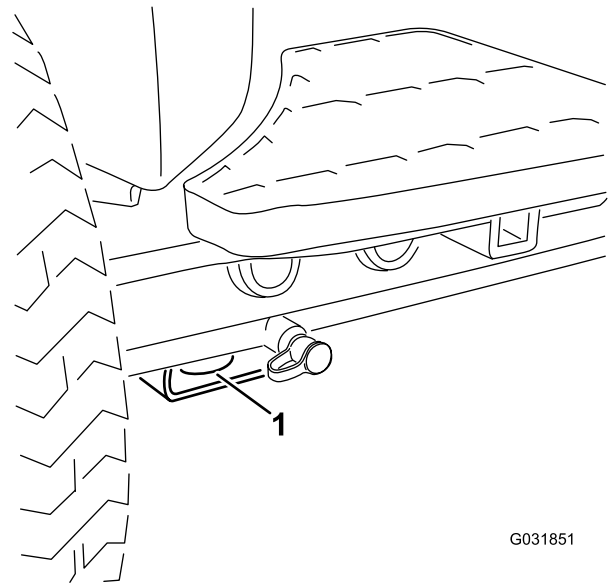

Figura 41
- **Parte delantera de la máquina** – el orificio del bloque rectangular, debajo del tubo del eje, al interior de cada rueda delantera (Figura 41).